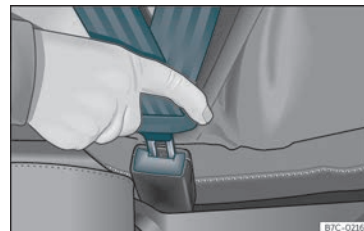

Fig. 13 Inserir a lingueta do cinto de segurança no fecho correspondente.
- Encaixe a lingueta no fecho do respetivo banco »» **Fig. 13.**